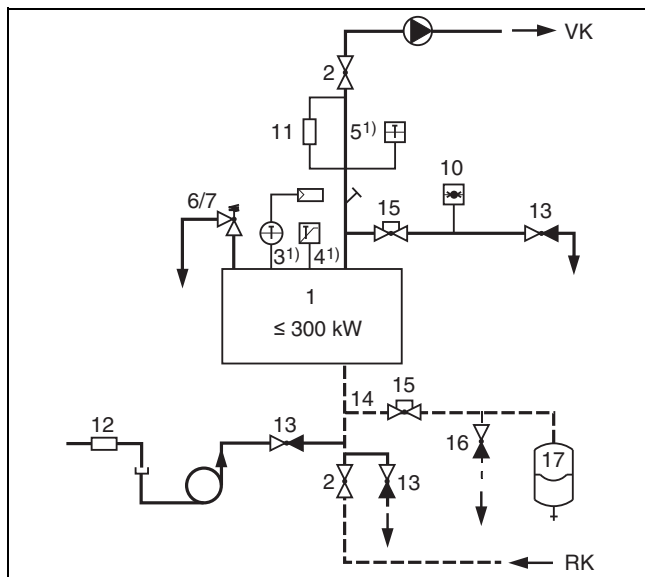

Рис. 49 Приборы безопасности по DIN EN 12828 для котла = 300 кВт с STB ≤ 110 °С (прямое отопление)
1) (рис. 49 и 50) базовая комплектация системы управления котла Buderus: максимально достигаемая температура подающей линии в сочетании с системами управления Logamatic примерно на 18 К ниже температуры отключения (STB).
#### Пояснения к рис. 49 и 50: